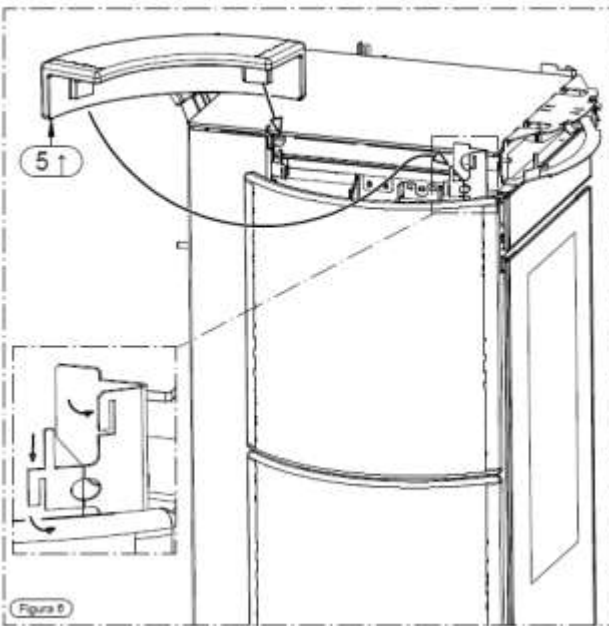

Figure 6
- 同様にタイル (5) を取り付けます。(下図 6 参照)
- タイル部品 (5) を下図6に従って取り付けて下さい。この時フックを少し曲げてタイル部品を固定して下さい。
- 排気管との距離が10 mm以上になるように注意して組み上げて下さい。(図6) コントロールパネルに熱影響を与えると不具合の原因となり、保証対象となりません。